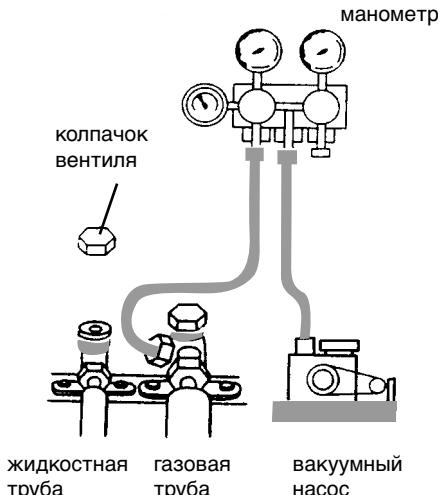

Рис. 10
- Удалите воздух и жидкость, оставшиеся в системе хладагента с помощью вакуумного насоса (см. рис. 10).